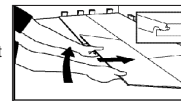

Figure 13
- Posez la première planche de façon légèrement oblique, en la poussant vers l'avant et en emboîtant la languette latérale (figure 13). Au besoin, faites glisser la planche vers la GAUCHE pour aligner les bords du joint d'extrémité.
- Posez les planches et les rangées restantes de la même façon. (Figures 13, 14).